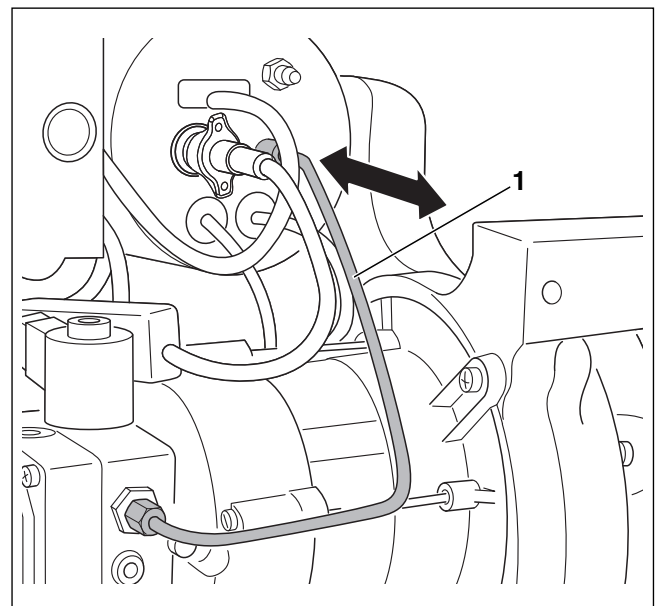

Bild 55 Korrekten Sitz des Mischsystems prüfen
- Ölzuleitung (→ Bild 55, [1]) in der gezeigten Weise ca. 5 mm herausziehen und loslassen.